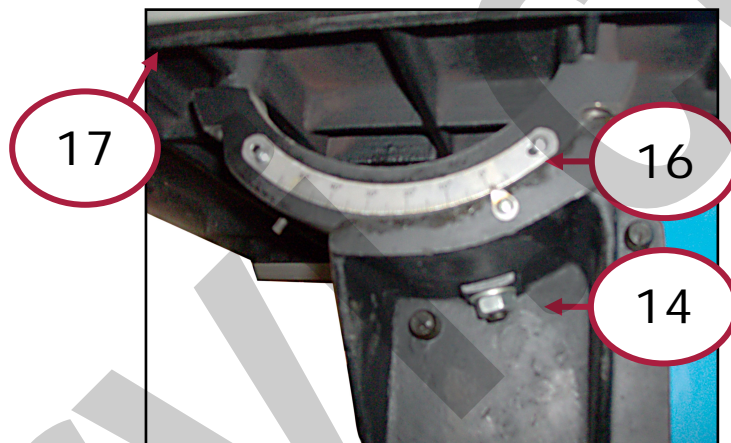

Figura 20 - Montaggio della tavola di lavoro.
1. Appoggiate la tavola di lavoro (rif. 17 Figura 20) sul supporto articolato della tavola (16), dopodiché fissatela serrando il dado di fissaggio (14).